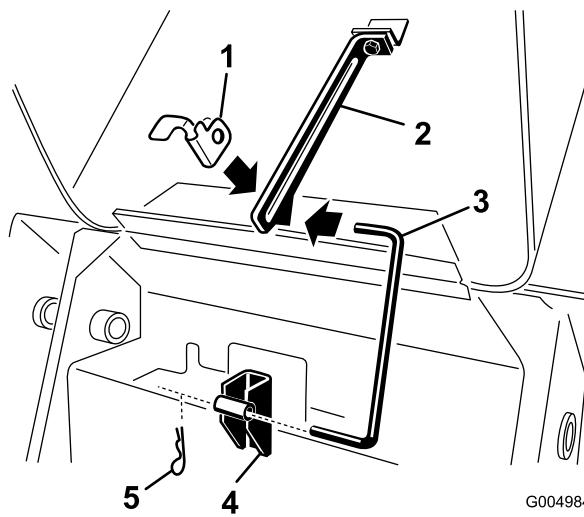

Figura 41
4. Tirare la chiavetta a forcella dall'estremità inferiore dell'asta di supporto del cofano e sfilare l'asta di supporto dalle staffe e dalla linguetta dell'asta di supporto (Figura 41).
8. Installare l'asta di supporto nelle staffe e nell'apposita linguetta e fissarla con la chiavetta a forcella (Figura 41).